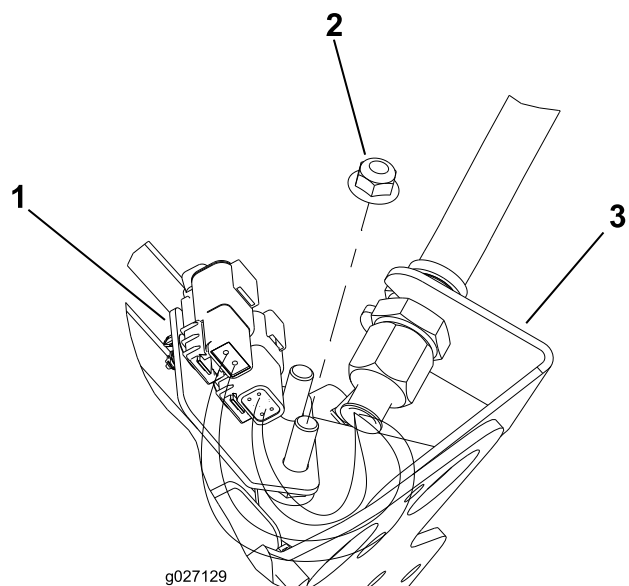
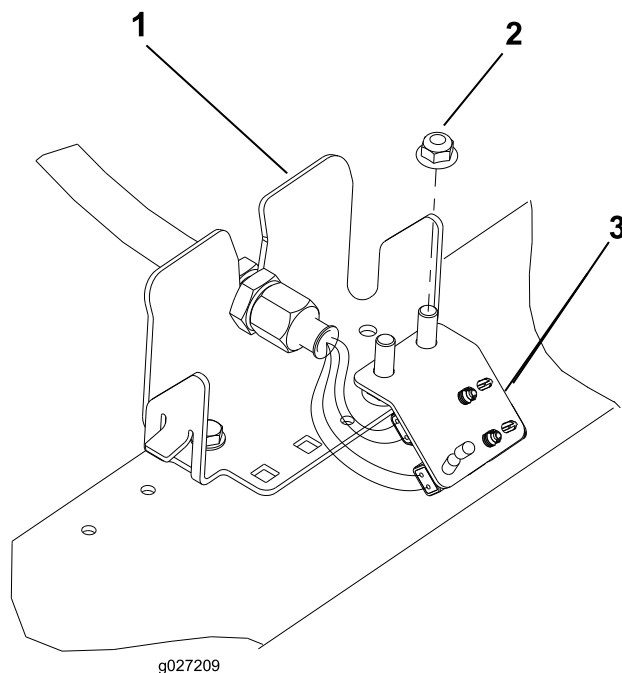

Figura 12
Figura 15
6. Repita o procedimento nos restantes 4 locais do anteparo como se mostra da Figura 12 a Figura 15.